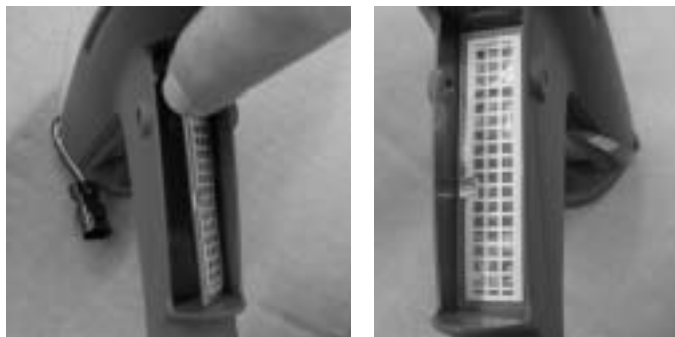

Figura 6-11 Installazione dell'interruttore dell'azionamento - Punto 4
4. Vedi figura 6-11. Togliere il rivestimento protettivo adesivo dall'interruttore.